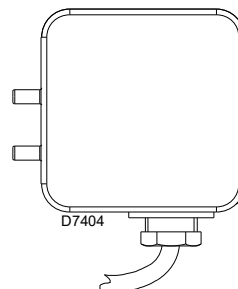

Fig. 22
- Regolare il pressostato aria (Fig. 22) ad inizio scala.
Eeguire la regolazione del pressostato aria (Fig. 22) dopo aver effettuato tutte le altre regolazioni del bruciatore con il pressostato aria regolato a inizio scala.